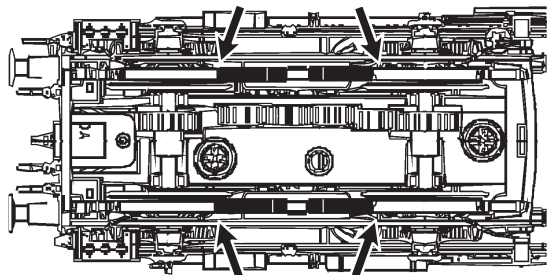

Fig. 8
3. Haftreifenwechsel: Zuerst den Getriebedeckel abnehmen (Fig. 4). Danach den **Radsatz** herausnehmen und die **Haftreifen** mit einer Nadel od. mit einem feinen Schraubendreher abziehen (Fig. 8). Beim Aufziehen der neuen Haftreifen darauf achten, dass diese sich nicht verdrehen.
3. Change of traction tyre: Remove the gear cover (fig. 4). Take out **wheel set** and remove **traction tyre** using a pin or a fine screwdriver (fig. 8). When pressing on the new traction tyre please **avoid twisting it**.
3. Échange des bandages d'adhérence: Démontez d'abord le **couvercle du carter des engrenages** des en-grenages (fig. 4). Délogez ensuite les essieux bandagés et enlevez, à l'aide d'une aiguille ou d'un tourne-vis fin, les bandages d'adhérence (fig. 8). Lors du montage des nouveaux bandages veuillez veiller à ce que les bandages **ne soient pas tor-dues**.